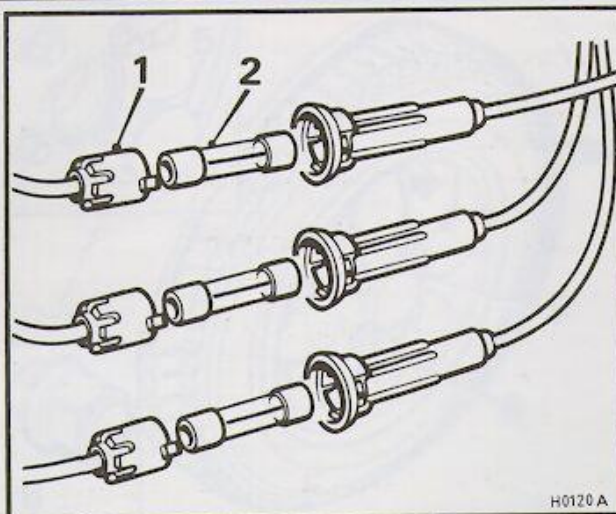

Fig. 2
- I fusibili in linea (Fig. 2) sono montati anch'essi nel vano motore, dietro il filtro dell'aria.